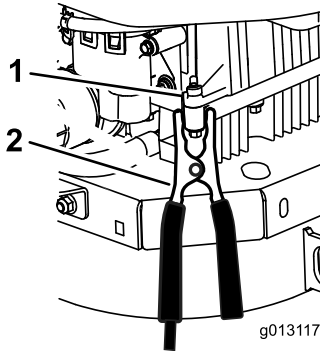

Figure 47
6. Faites la dernière connexion sur le bloc moteur de la machine en panne (pas à la borne négative de la batterie) loin de la batterie et reculez-vous (Figure 47).